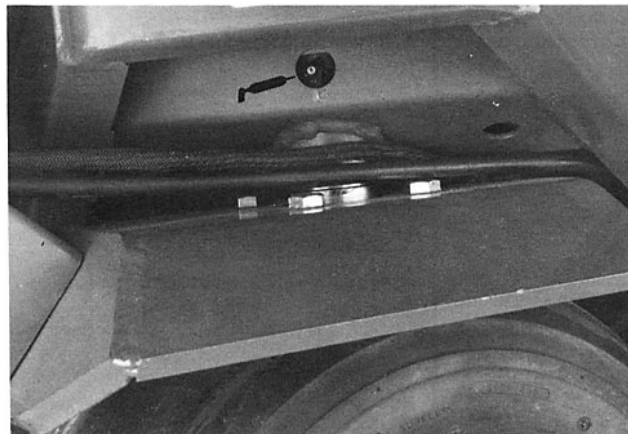
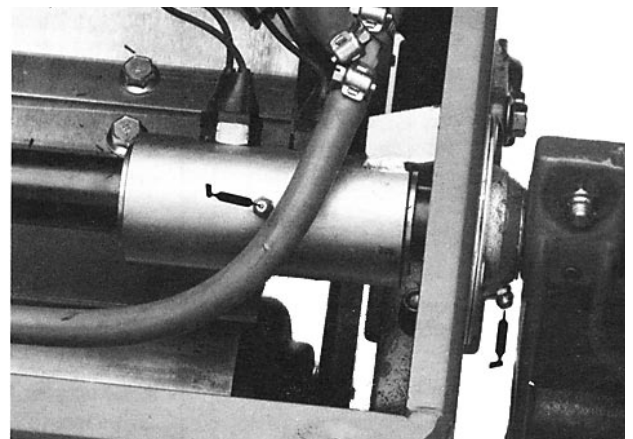
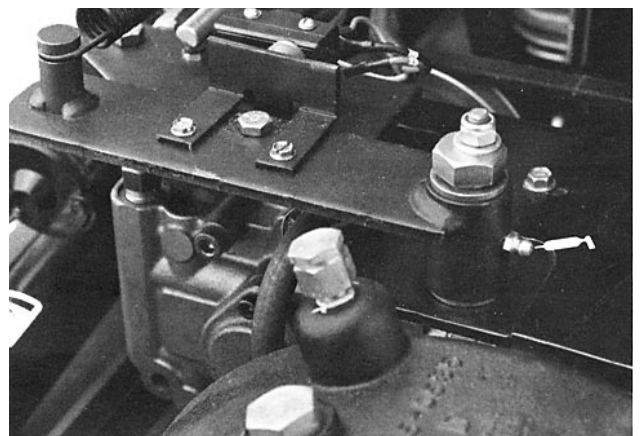

Figure 14
Figure 15
Figure 16
Les roulements et bagues qui doivent être graissés sont: l'arbre de pivot de direction (Fig. 14), le boîtier de contacteur de limite (Fig. 15) (2) sur l'arbre de bras de levage (Fig. 15), et l'arbre de pivot de point mort (Fig. 16).